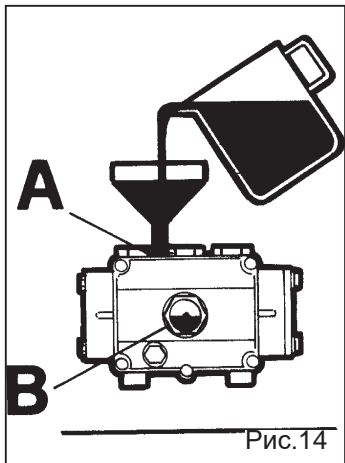

Рис.14
4) Закрутите пробку отверстия для слива масла, залейте новое масло через верхнее отверстие (рис. 14А) до уровня, указанного в смотровом окошке (рис. 14В).